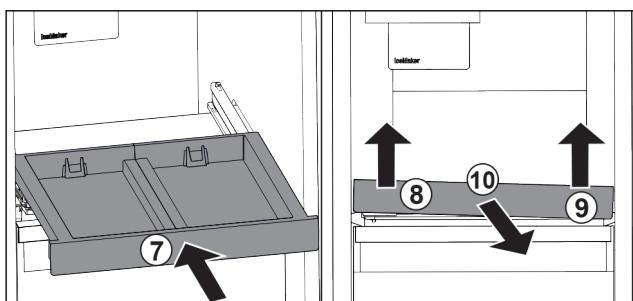

Fig. 24
- Вставьте выдвижную панель. Fig. 24 (7)
- Приподнимите выдвижную панель спереди слева. Fig. 24 (8)
- Приподнимите выдвижную панель спереди справа. Fig. 24 (9)
- Извлеките выдвижную панель движением вперед. Fig. 24 (10)